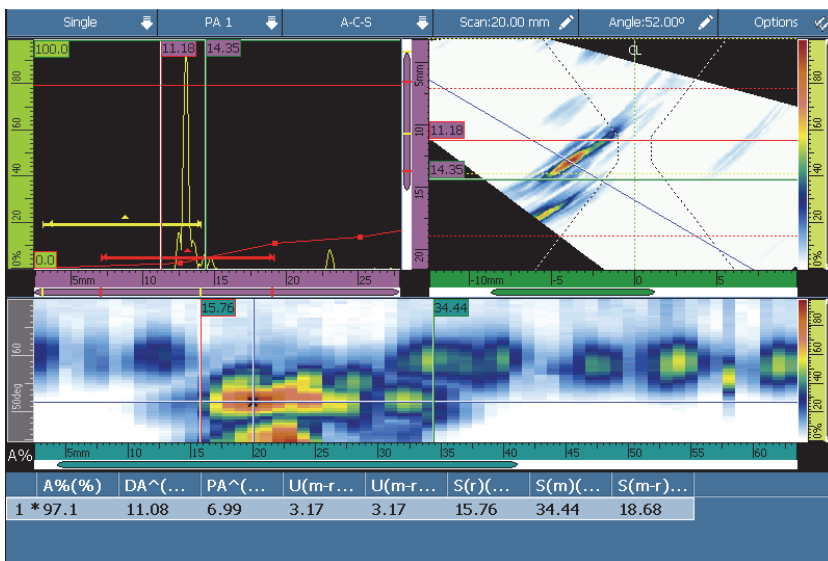

図 6-11 欠陥指示テーブルの例
1. タイトルバーメニューで**オプション** > **指示テーブル**を選択し、データビューの下に欠陥指示テーブルを表示させます (189 ページの図 6-11 を参照)。